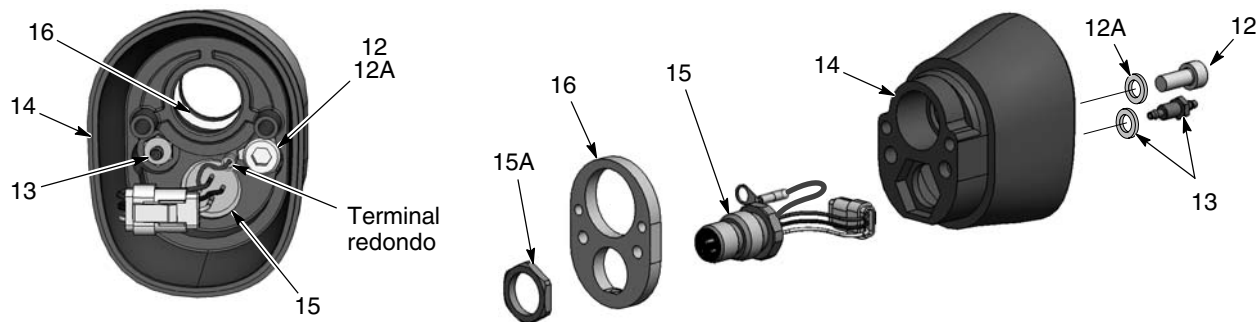

Figura 20 Desmontagem de pistola com tubo de suporte 5 de 5
18. Consulte a figura 20. Para desmontar o conjunto da parte traseira do corpo, retire o parafuso (12) e a união estriada (13) para fora do interior da parte traseira do corpo da pistola (14). São necessárias uma chave hexagonal de 3 mm e uma chave de caixa de 1/4 in.
19. Retire a porca (15A) do conector acoplador, puxe a placa de ligação à terra (16) para fora da parte traseira do corpo da pistola e desenfie a cablagem do conector acoplador da parte traseira do corpo.